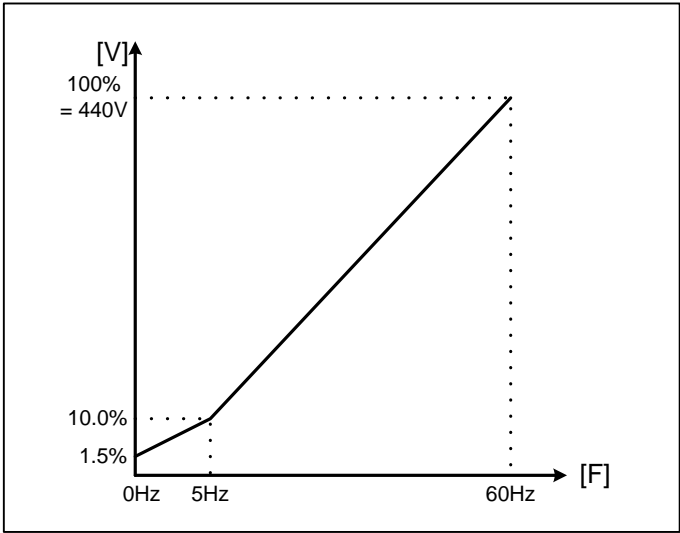

图7.4-3 V/F 用户曲线设定
▶ 希望输出电压(V)和频率(F)的比率任意调整(参见图7.4-3)